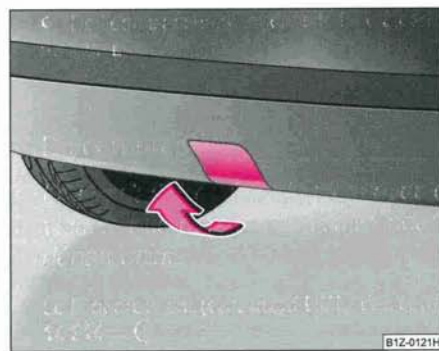

Fig. 210 Pare-chocs
- Enlevez le cache du pare-chocs ⇒ fig. 210.